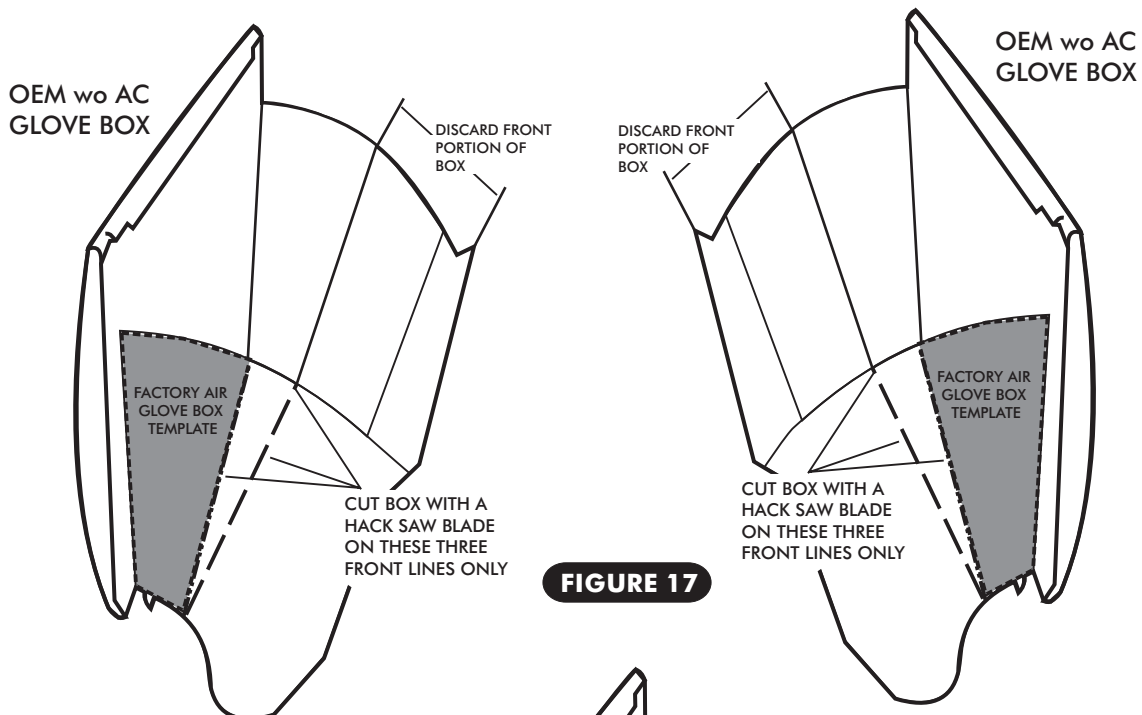

FIGURE 17
- ☐ PLACE TEMPLATE ON THE OUTSIDE OF THE GLOVE BOX. MARK THE OUTSIDE OF THE GLOVE BOX ALONG THE FRONT OF THE TEMPLATE AS SHOWN IN FIGURE 17, BELOW.